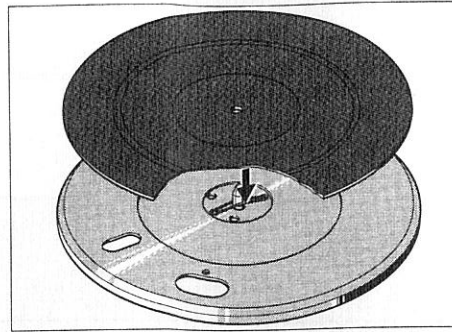

Fig. 2
- Plattenteller aufsetzen und die in der Mitte des Plattentellers angebrachte Sicherung nach unten drücken, bis sie in die Rille der Plattentellerachse einrastet (Fig. 2). Plattentellerbelag auflegen.